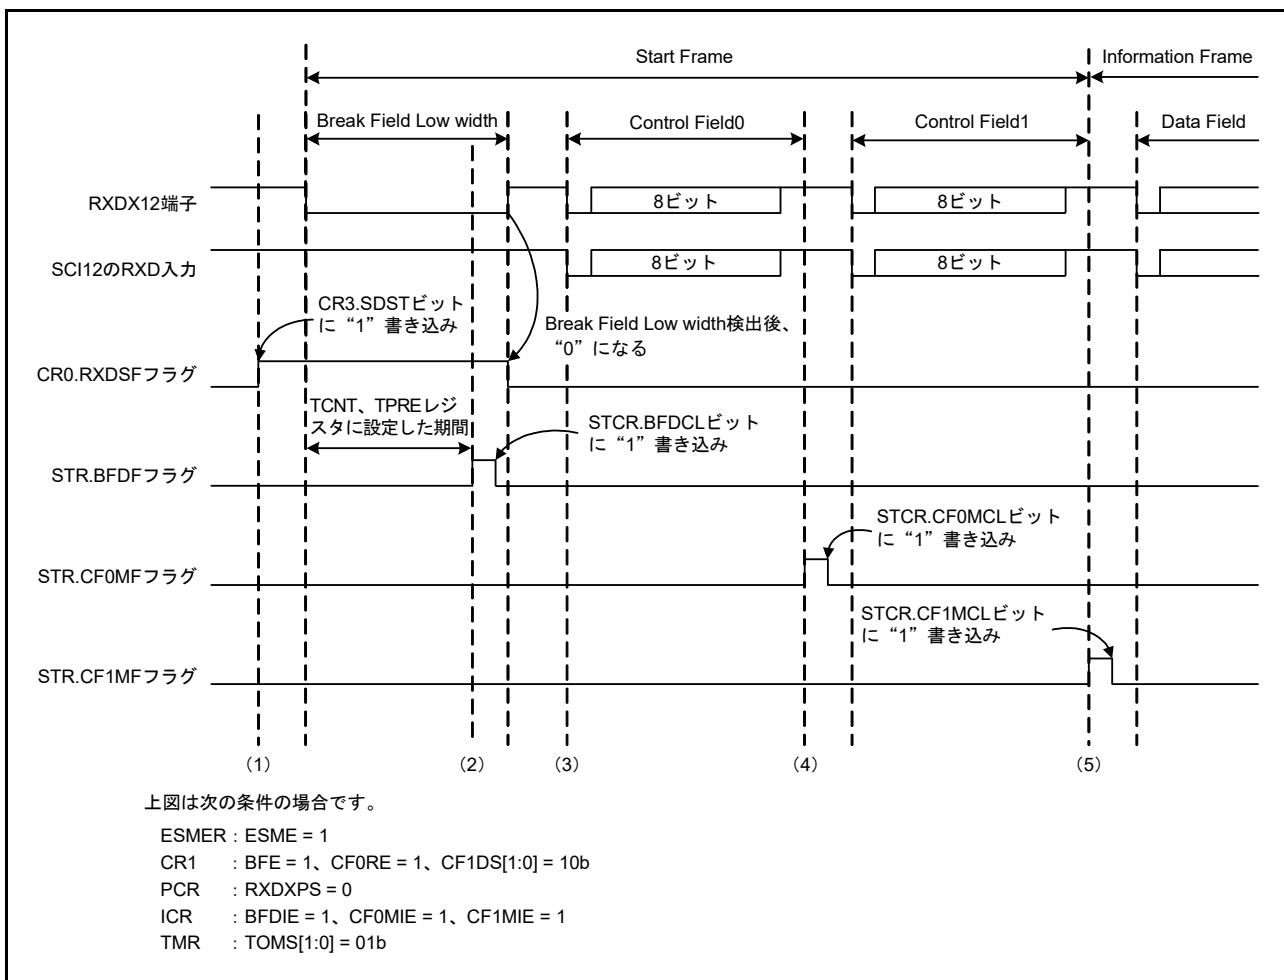
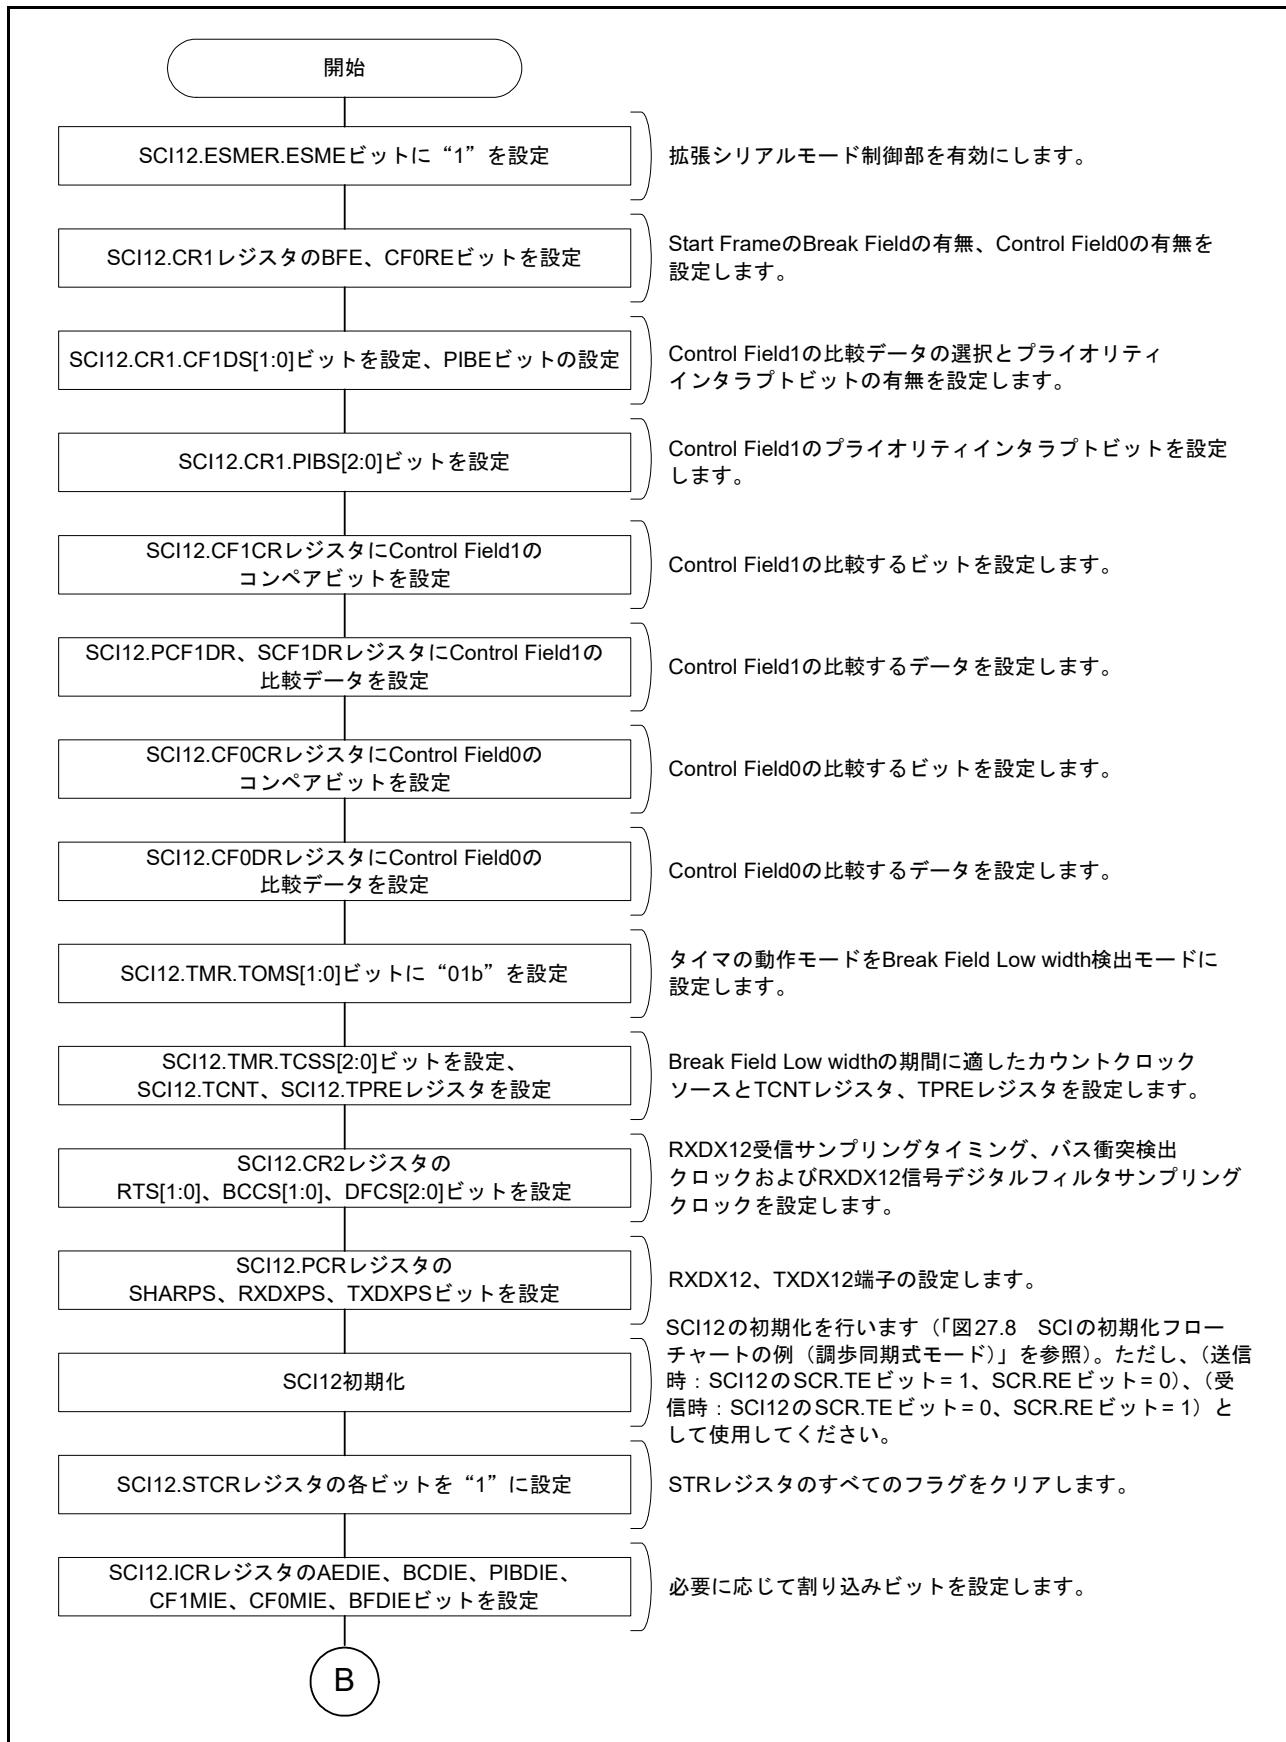
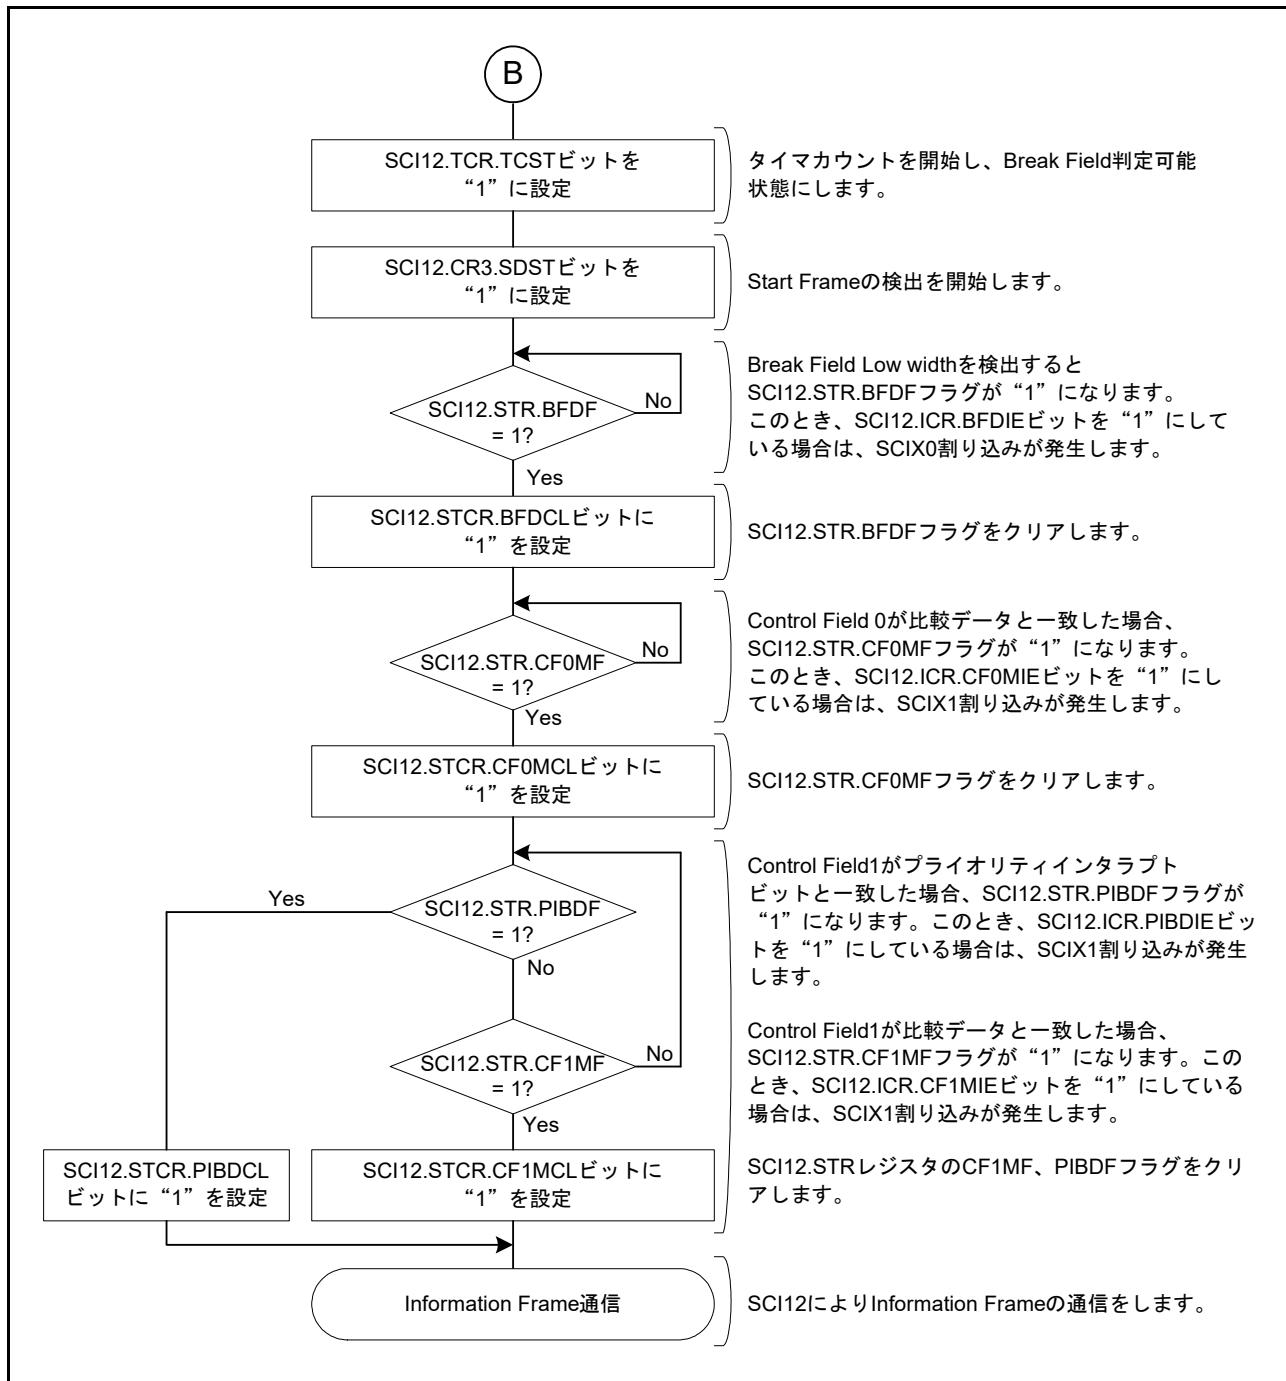
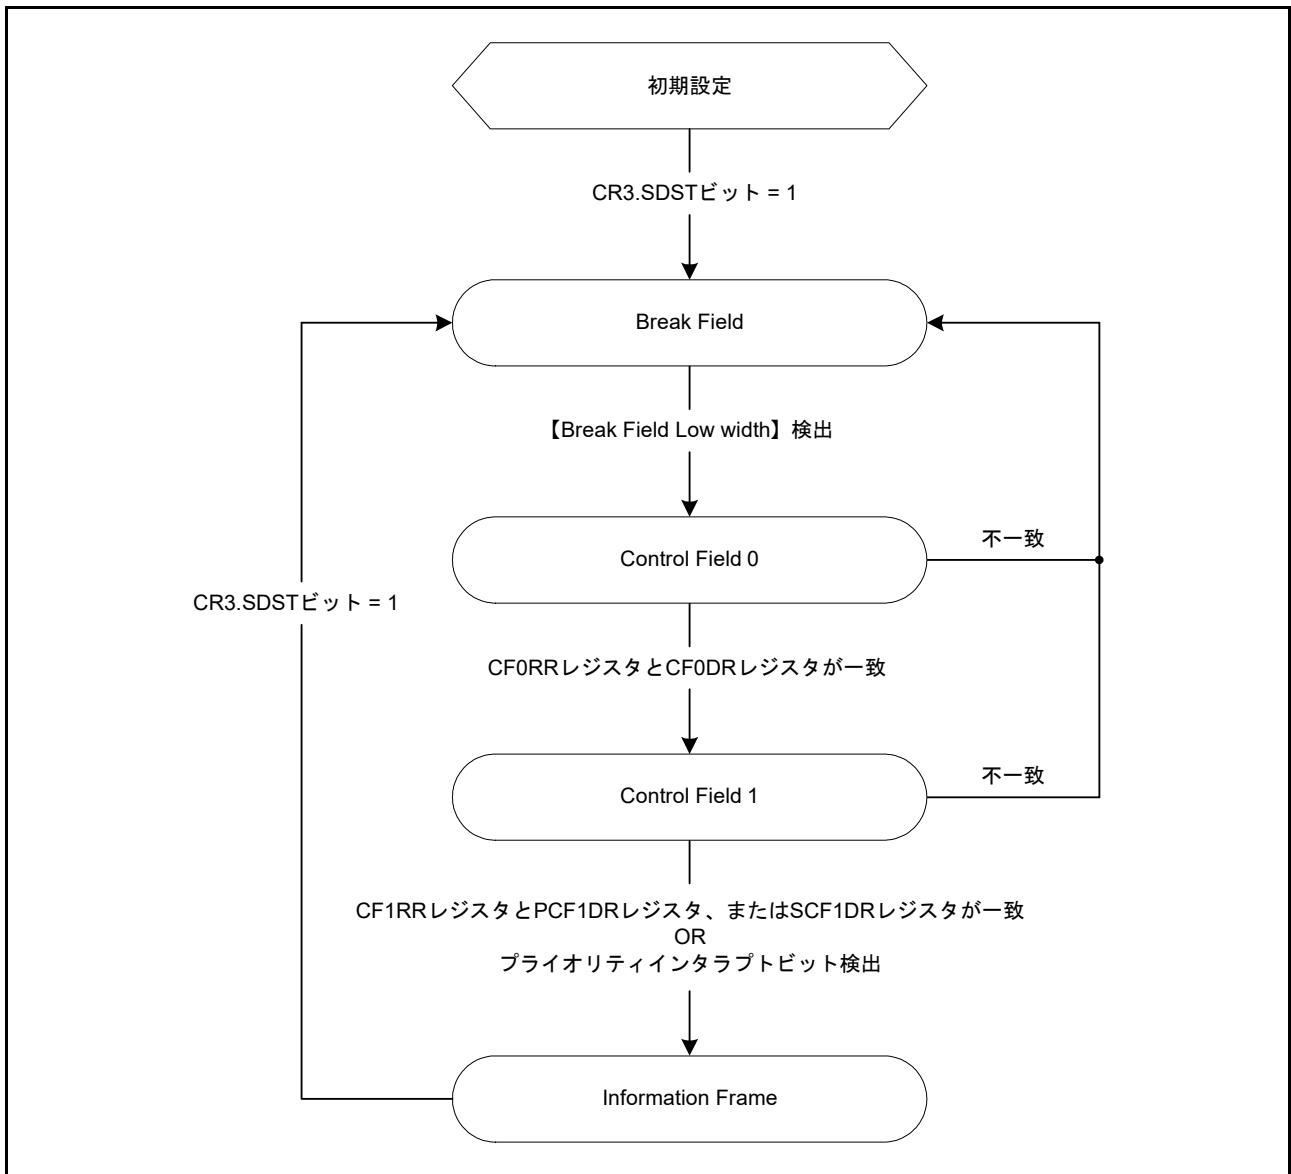

図 27.62 Start Frame 受信時の動作例
図 27.63 Start Frame 受信フローチャート例 (1)
図 27.64 Start Frame 受信フローチャート例 (2)
図 27.65 Start Frame 受信時の状態遷移図
図 27.62 に Break Field Low width、Control Field 0 および Control Field 1 で構成される Start Frame の受信時の動作例を示します。また、図 27.63、図 27.64 に Start Frame の受信を行うためのフローチャート、図 27.65 に拡張シリアルモード制御部の状態遷移図を示します。
(1)～(4) は図 27.62 の Start Frame 受信時の動作例 (1)～(4) と同様になります。
(5) CR1.PIBS[2:0] ビットで指定したビットの値が PCF1DR レジスタに設定した値と一致した場合、STR.PIBDF フラグが “1” になります。また、ICR.PIBDIE ビットを “1” にしている場合は、SCIX1 割り込みが発生します。その後、SCI12 により、Information Frame の通信を行います。Control Field 1 で受信したデータが PCF1DR レジスタまたは SCF1DR レジスタに設定したデータのどちらとも一致せず、プライオリティインタラプトビットも検出しない場合は、Break Field Low width 検出前の状態に遷移します。